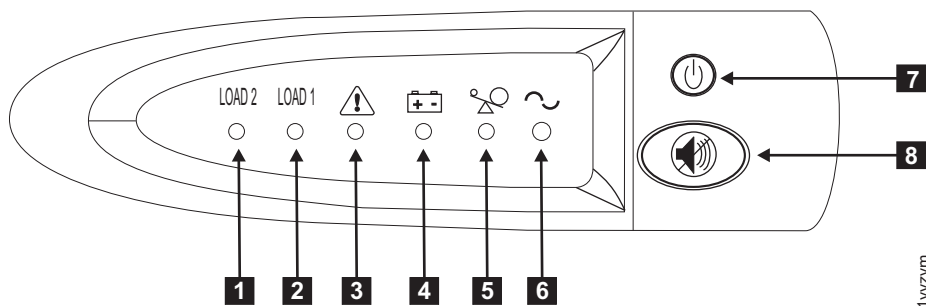

Figura 231. Montagem do painel frontal do 2145 UPS-1U
12. Para ativar o 2145 UPS-1U, pressione e mantenha pressionado o botão ligar/desligar (7 no Figura 231). Em algumas versões do 2145 UPS-1U, é necessário um dispositivo com ponta, como uma chave de fenda, para pressionar o botão ligar/desligar. O 2145 UPS-1U passa por um autoteste, levando cerca de cinco segundos, antes do indicador de energia 6 e dos indicadores de carregamento (1 e 2) acenderem permanentemente para indicar que o 2145 UPS-1U está fornecendo energia para o SAN Volume Controller. O 2145 UPS-1U começará a carregar sua bateria no modo normal.